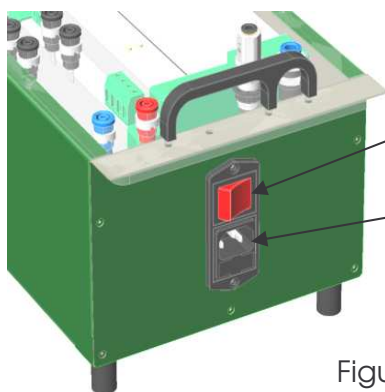

Figure 1
Isoler l'équipement de sa source d'énergie électrique en plaçant l'interrupteur latéral du module d'alimentation et sécurité sur la position "0" (**voir figure 1 page suivante**).
Séparer l'équipement de sa source d'énergie électrique en débranchant le cordon de l'alimentation stabilisée de la prise domestique 230 V (**voir figure 1 page suivante**).
- ◆ Autoriser la mise sous tension de l'équipement en plaçant l'interrupteur latéral du module d'alimentation et sécurité sur la position "1" (voir figure 1 page précédente).